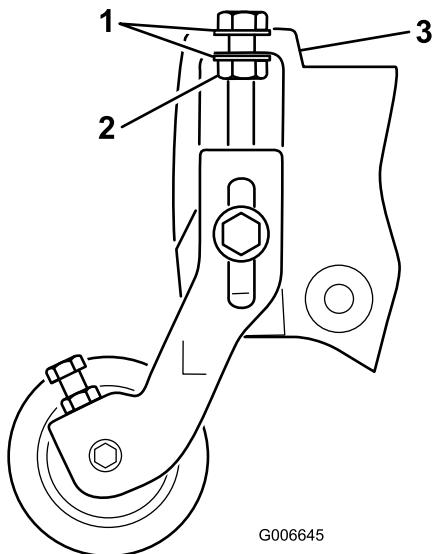

Bild 7
Hinweis: Die Scheiben an den Schnithöhen-Einstellschrauben müssen sich an jeder Flanschseite an der Seitenplatte befinden (Bild 7).
13. Ziehen Sie die Sicherungsmutter an der Schnithöhen-Einstellschraube fest, bis die Scheiben den Seitenplattenflansch berühren, lösen Sie die Mutter dann um eine halbe Umdrehung (Bild 7).